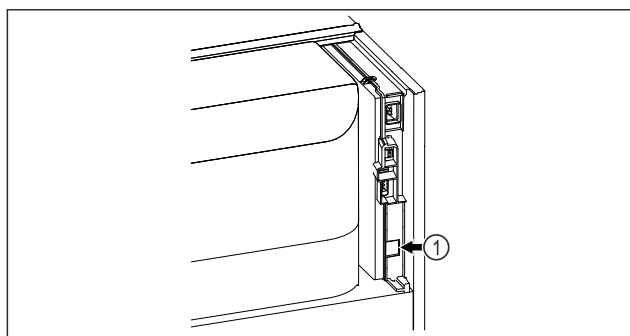

Fig. 147
- ☐ Se utiliza SmartModule Fig. 147 (1).